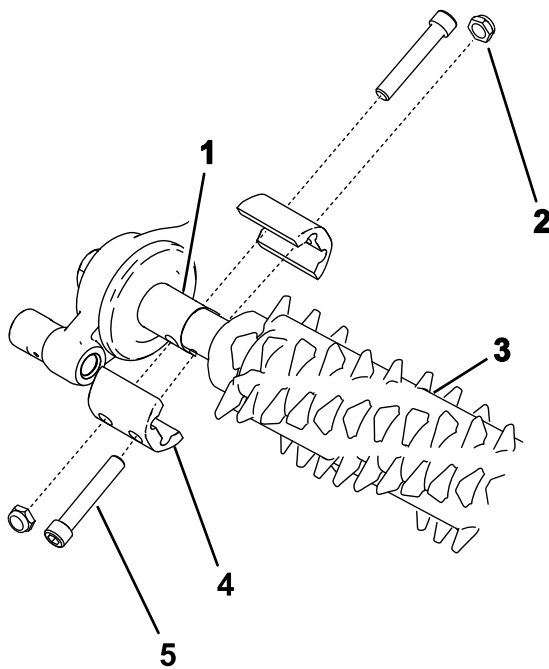

Figura 17
- Allineate il cilindro grooming alla scatola ingranaggi del groomer e al gruppo tendicinghia (Figura 17).
- Fissate il groomer alla macchina, come illustrato nella Figura 17 e fate in modo che i bulloni si inseriscano comodamente.